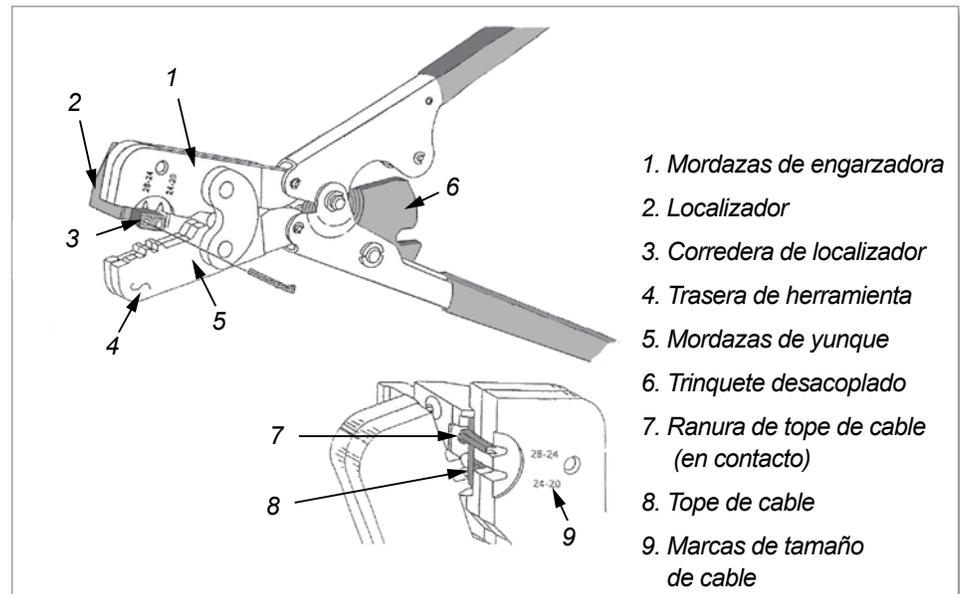

Figura 19-34 Herramienta engarzadora
- herramienta engarzadora: consulte la Figura 19-34